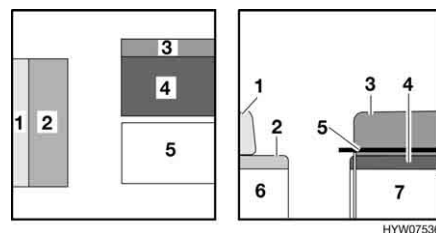

Bild 116 Vor dem Umbau
- Den Hängetisch (Bild 116,5) vergrößern und den vergrößerten Hängetisch zum Bettunterbau umbauen (siehe Abschnitt 6.7).
- Die Rückenpolster (Bild 116,1 und 3) abnehmen und beiseite legen.